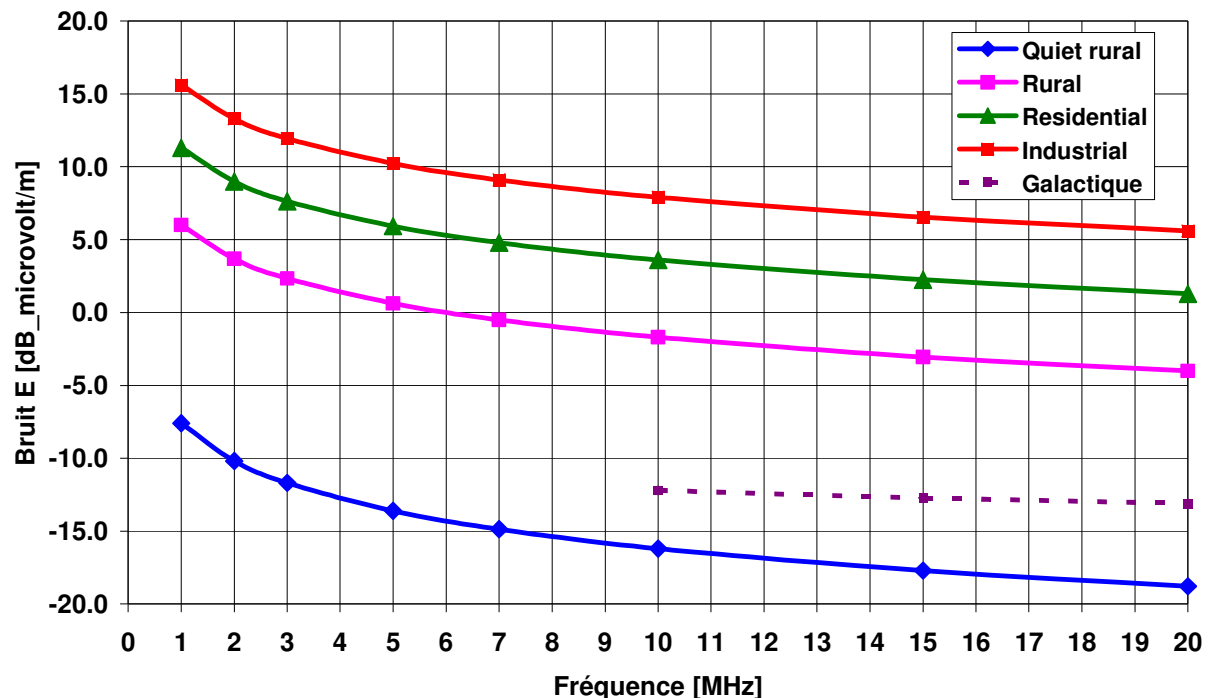

Fig. 2 : Niveaux des bruits produits par l'activité humaine, à différents endroits.
- Le bruit qui provient de l'activité humaine est très variable dans le temps. Des valeurs moyennes de ce bruit on été mesurées à différents endroits : zone industrielle, résidentielle, rurale normale ou rurale très calme... Voir la figure 2 qui donne des valeurs « moyennes » ; les valeurs de pointe peuvent être bien plus élevées...
La figure 2 à la page suivante donne le bruit moyen provoqué par l'activité humaine. Il varie en fonction de l'environnement ; calme en campagne, il peut être « sauvage » en zone industrielle...